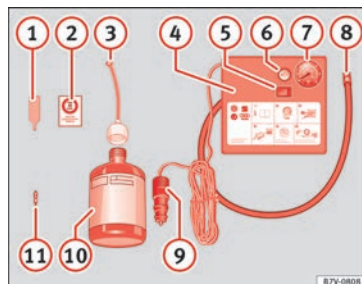

Abb. 102 Prinzipdarstellung: Bestandteile des Pannensets
Das Pannenset befindet sich im Gepäckraum unter dem Bodenbelag. Es besteht aus folgenden Bestandteilen » Abb. 102:
Den Reifenfüllschlauch »» Abb. 102 ⑧ wieder anschließen und den Reifenfülldruck an der Reifenfülldruckanzeige ⑦ ablesen.